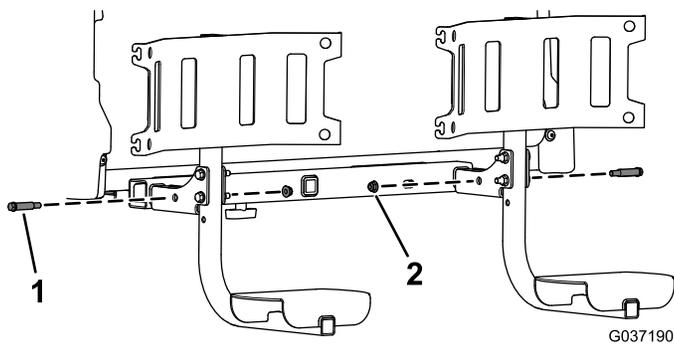

图10
10. 如图10所示，用2个轴肩螺丝（3/8 x 5/8 英寸）和2个凸缘螺母（3/8 英寸）将垃圾桶底座总成固定到垃圾桶框架管上。